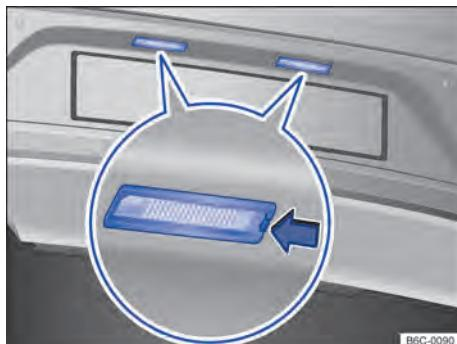

Fig. 170 No para-choque traseiro: lanterna da placa de licença.
- 2) Com o auxílio de uma chave de fenda, pressionar a trava → **Fig. 170** (seta) para remover o conjunto.